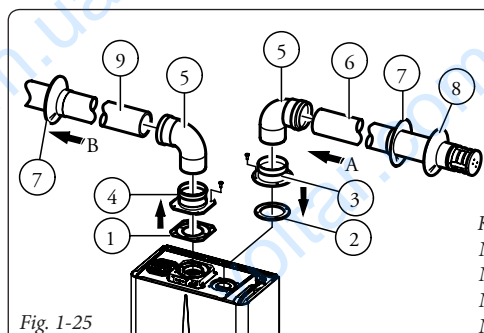

Fig. 1-25
• Montarea kitului (fig. 1-25): instalați flanșa (4) pe orificiul central al centralei interpunând garnitura (1) și închideți șuruburile cu cap hexagonal și vârful plat care se află în kit. Scoateți flanșa plată din orificiul lateral față de cel central (după exigențe) și înlocuiți-o cu flanșa (3) interpunând garnitura (2) deja prezentă pe centrală și închideți șuruburile autofiletante cu vârf din dotare. Cuplați curbele (5) cu latura moș (netedă) în latura babă a flanșelor (3 și 4). Cuplați terminalul de aspirare (6) cu latura moș (netedă), în latura babă a curbei (5) până îl aduceți în tamponare, asigurându-vă că ați introdus respectivele rozete interne și externe.